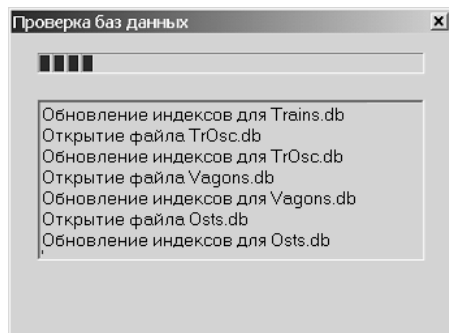

Рисунок 3 – Окно проверки баз данных в процессе обновления индексов
- дождаться загрузки ПО АРМ ЛПК, при этом программа может начать процедуру обновления индексов для файлов базы данных. Об этом будет свидетельствовать окно с соответствующими сообщениями (рисунок 3). Обновление индексов может занять достаточно длительное время, до нескольких десятков минут, в зависимости от размера архива и мощности компьютера. Во время обновления индексов окно (см. рисунок 3) мышкой не перемещается и не закрывается.